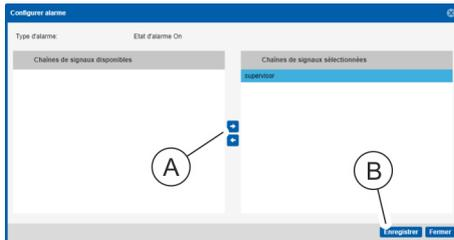

Fig. 127 : Fenêtre « Configurer alarme »
7. ➤ Sélectionner une chaîne de signaux dans la fenêtre « Configurer alarme » et la déplacer au moyen du bouton « → » (Fig. 127 /A) dans le champ « *Chaînes de signaux sélectionnées* ». Appuyer sur le bouton « *Enregistrer* » (Fig. 127 /Ⓢ) pour confirmer la sélection.